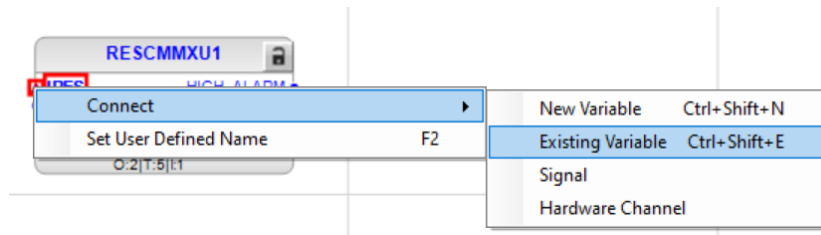

Imagen 115_Conexión en la entrada IRES del bloque RESCMMXU1.
2.3.5 Después vamos a conectar una variable a la entrada del bloque dando clic derecho a “IRES” posteriormente seleccionamos “Connect - Existing Variable” como se muestra en la **Imagen 115**.